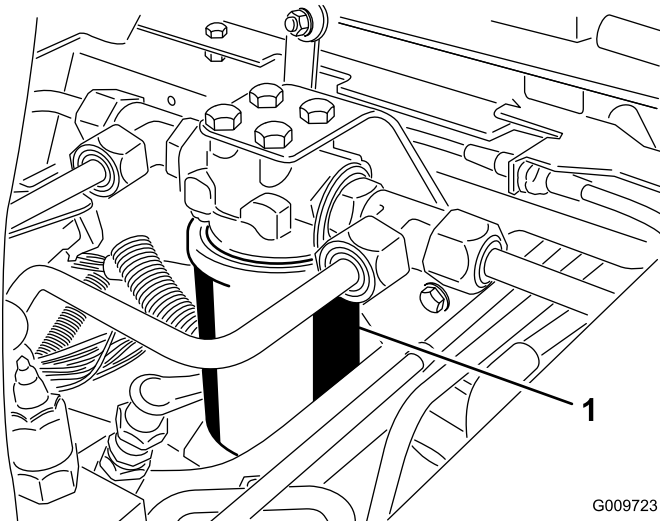
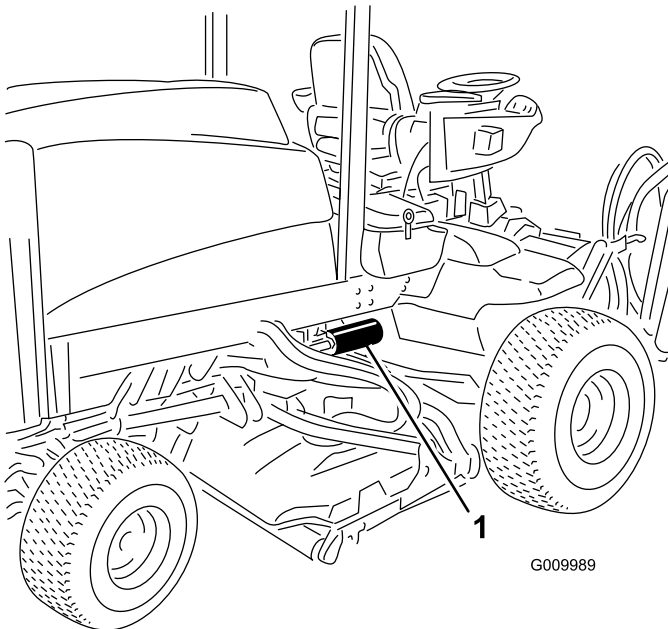

Figura 76
Figura 77
2. Limpie la zona de montaje del filtro. Coloque un recipiente debajo del filtro y retire el filtro (Figura 76 y Figura 77).